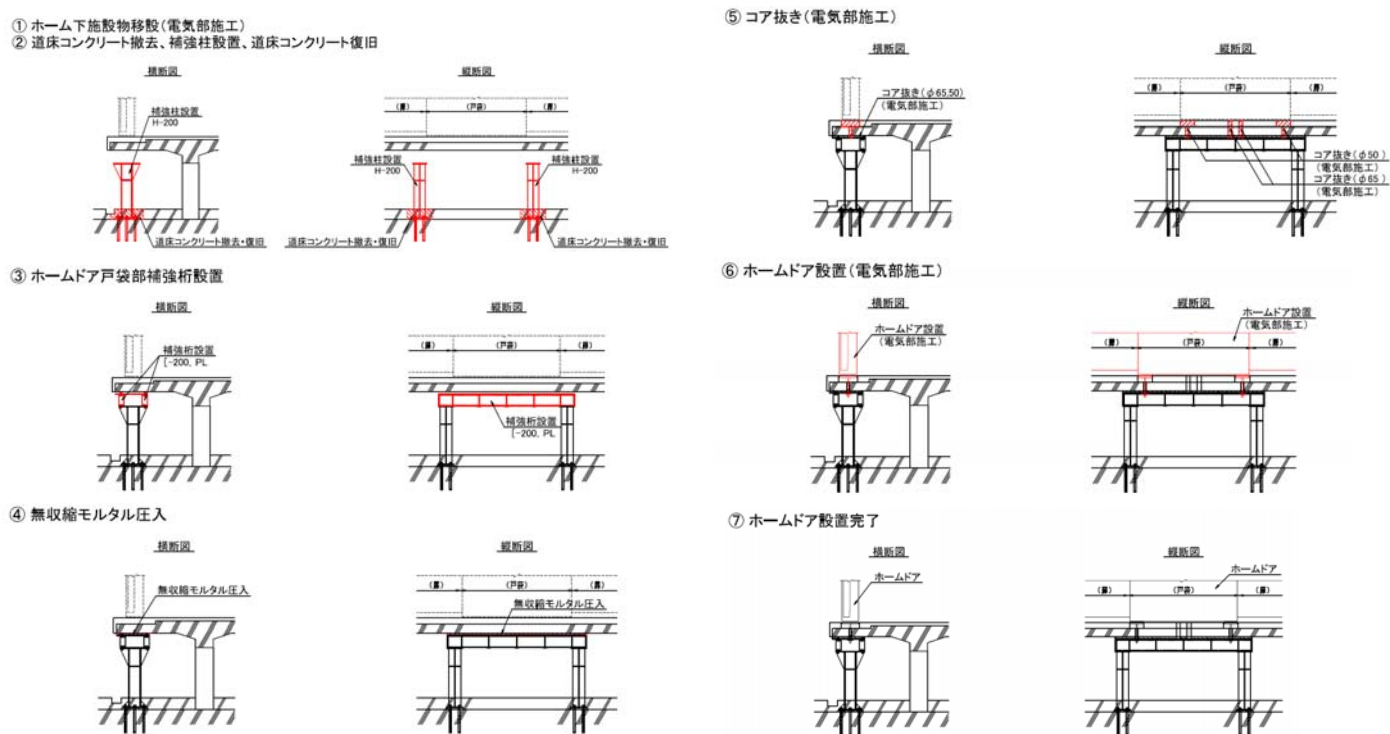

図2 施工フロー
今回は①柱補強について図2に施工フローを示す。調査、設計、支障物撤去・移設、カッター入れ・はつり、アンカー打設、補強柱建込、補強鋼材の取付、無収縮モルタルの充填